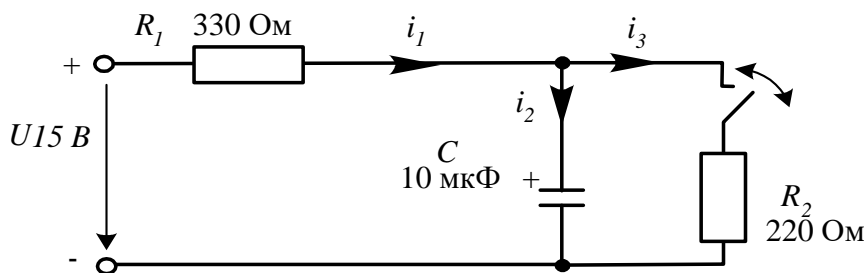

Рисунок 1 – Расчетная схема для аналитического исследования цепи RC
1.1. При включении ключа в цепи (рис. 1) рассчитайте токи и напряжение на конденсаторе до коммутации ( $t=0_-$ , ключ разомкнут), в первый момент после коммутации ( $t=0_+$ , ключ замкнут) и в новом установившемся режиме ( $t=\infty$ ). Результаты расчёта занесите в таблицу 1.